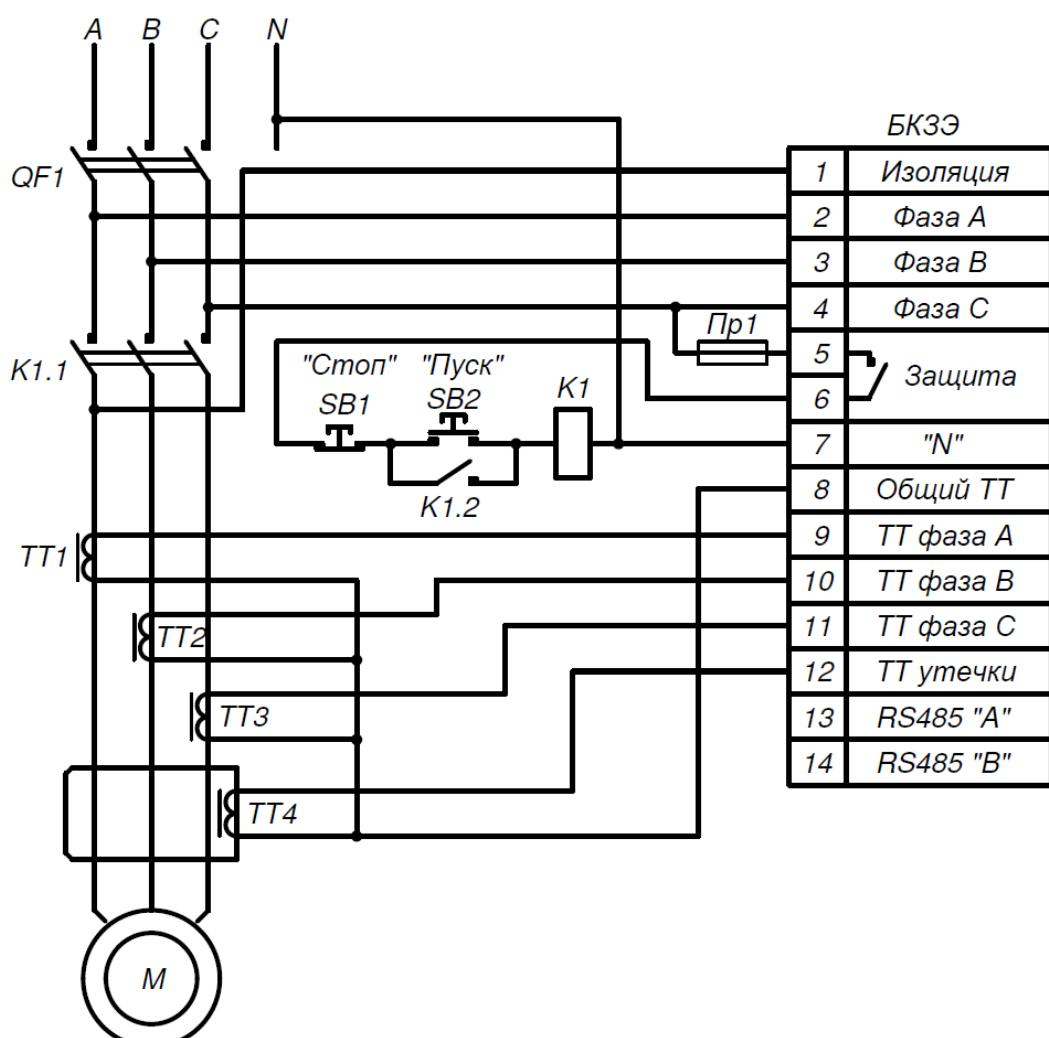

Рисунок 7.1. Схема электрическая соединений БКЗЭ.
8.1. Перед началом работы устройства внешним осмотром необходимо убедиться в отсутствии видимых повреждений и других дефектов, которые могут нарушить его работоспособность. Произвести шефмонтаж согласно электрической схемы соединений (Рис. 7.1).
8.5. Запустите оборудование, нажав на кнопку «Пуск» (Рис. 7.1), после чего засветится красным цветом светодиод «Работа» указывающий на работу подключенной установки.
8.6. По возможности нагрузите установку и проследите действия защит, после чего отключите оборудование нажатием кнопки «Стоп» (Рис. 7.1).